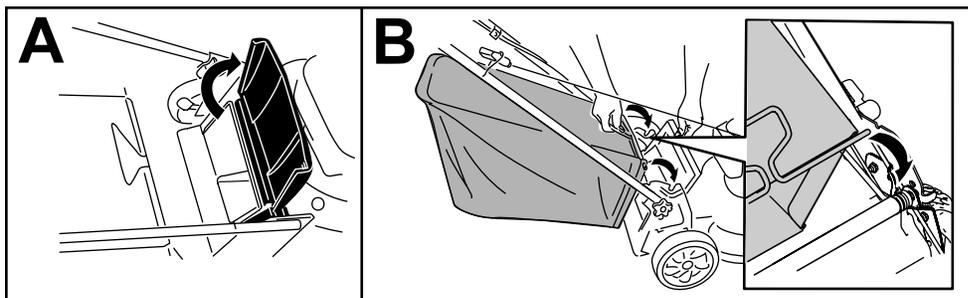

Figura 16
1. Sollevate il deflettore posteriore e tenetelo sollevato (A di Figura 16).
2. Montate il cesto di raccolta, accertandovi che i suoi perni siano inseriti nelle tacche presenti sulla stegola (B di Figura 16).